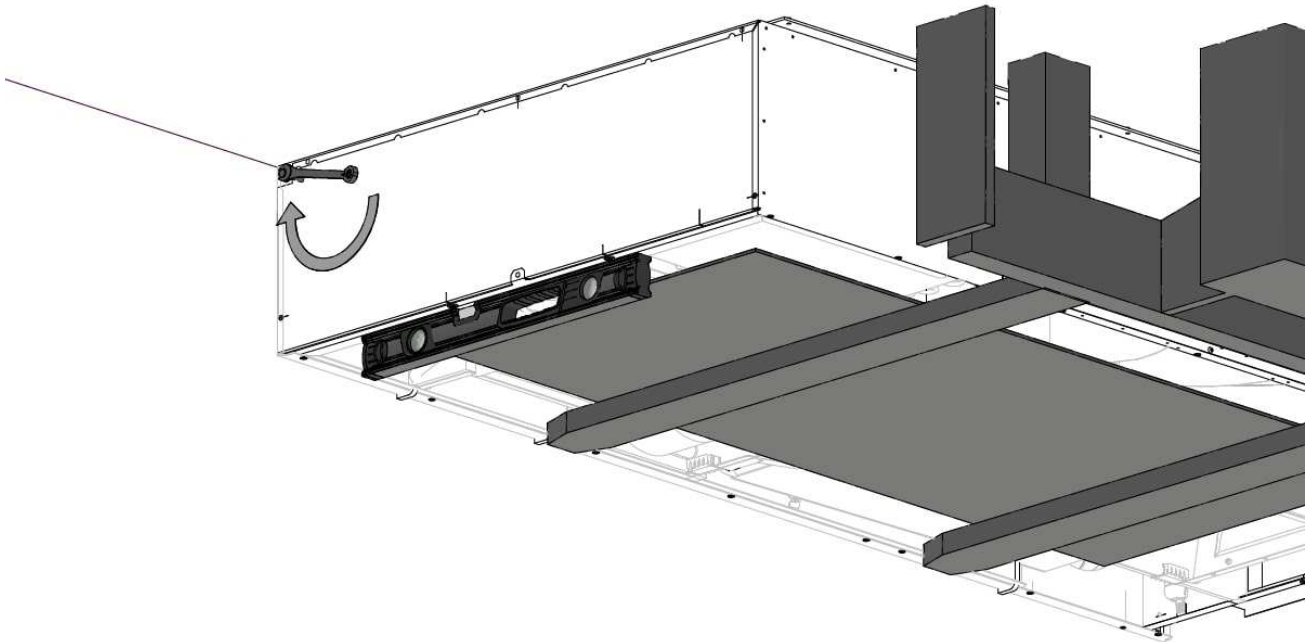
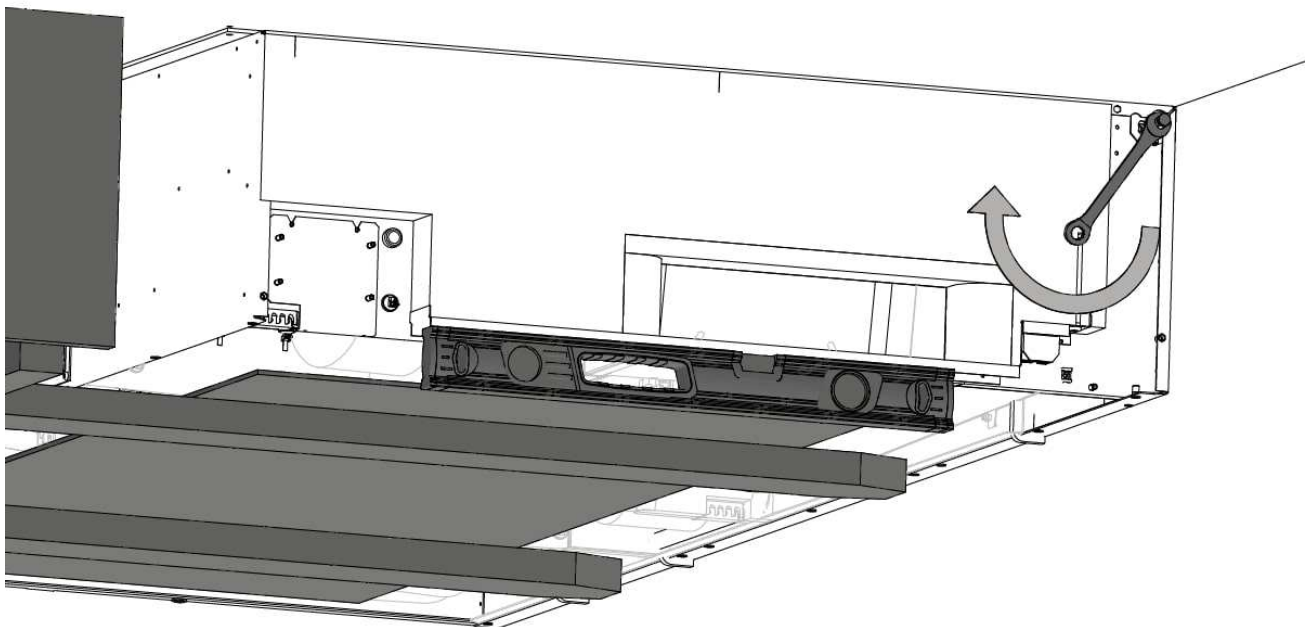

Abbildung 14: Befestigen des Gerät an der Halterung, linke Seite
Abbildung 15: Befestigen des Gerät an der Halterung, rechte Seite
4. Befestigen Sie das Gerät mit den großen Schrauben, die Sie bei der Demontage aufbewahrt haben, auf beiden Seiten an der Halterung, siehe Abbildung 14 und Abbildung 15.